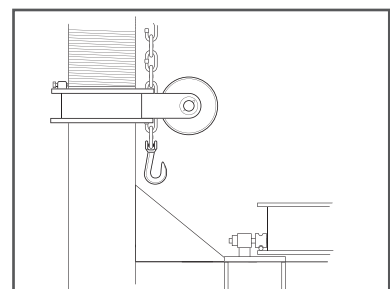

Рисунок 6
- Опущен в самое нижнее положение (рисунок 6).